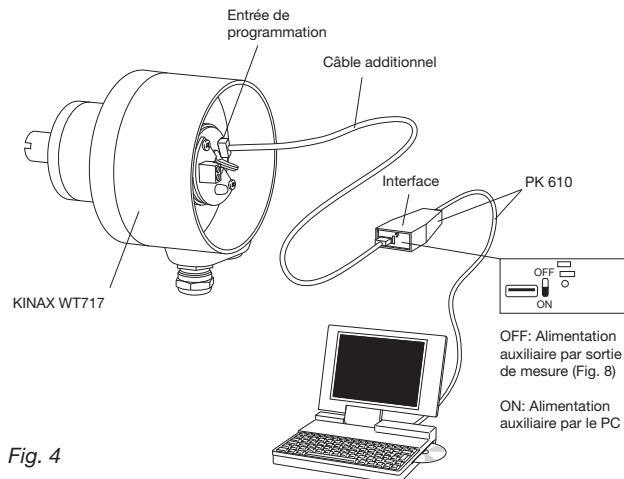
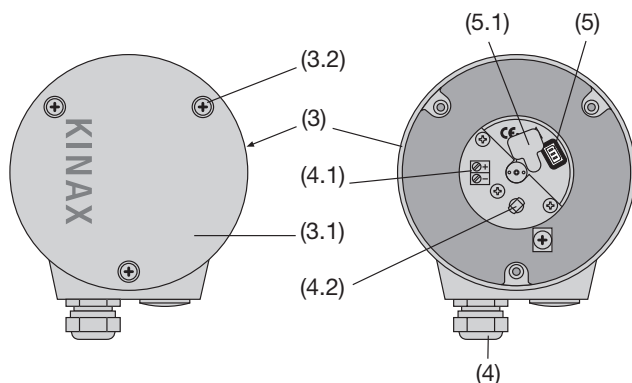

Fig. 4
Fig. 6. Partie arrière (3) avec bornes (4.1) et presse-étoupes (4).
1. Enlever le couvercle (3.1 Fig. 6). En enlevant le cache en caoutchouc (5.1) le connecteur de programmation (5) devient accessible (voir chapitre «8.1 Raccorder les lignes»). Raccorder le KINAX WT 717 selon Fig. 4 à l'équipement de programmation. Démarrer le logiciel 2W2. Configurer, si nécessaire, le convertisseur avec les caractéristiques désirées.